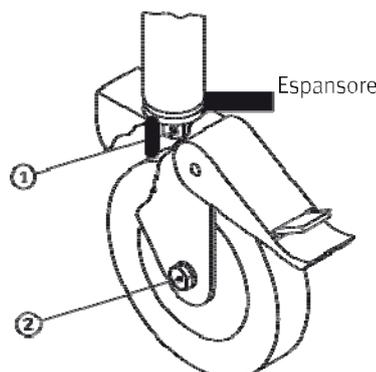

Fig. 12 Controllo periodico del gioco delle ruote, Art. .../B1 e .../C1
5.2 Controllo periodico del gioco delle ruote, Art. .../B1, .../C1 (Fig. 12)